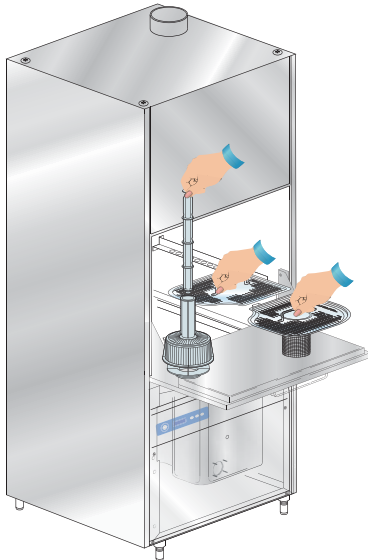

Abb. 2
- Kontrollieren, ob sich der Saugfilter der Pumpe ordnungsgemäß in seinem Sitz am Boden des Spülraums befindet (siehe Abb. 2). Die Schmutzsiebe müssen nach jeweils 20 Spülzyklen und immer, wenn es sich als notwendig erweist, gereinigt werden.
- Oberflächenfilter einsetzen (siehe Abb. 2).